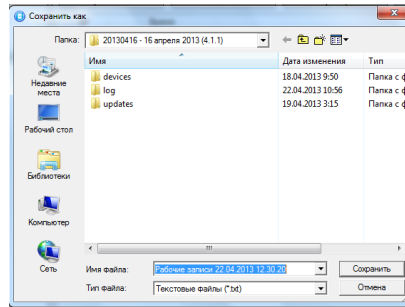

Рис. 54 Окно сохранения журнала событий
- ✓ В открывшемся окне (рис. 54) укажите директорию сохранения файла и нажмите *Сохранить*.